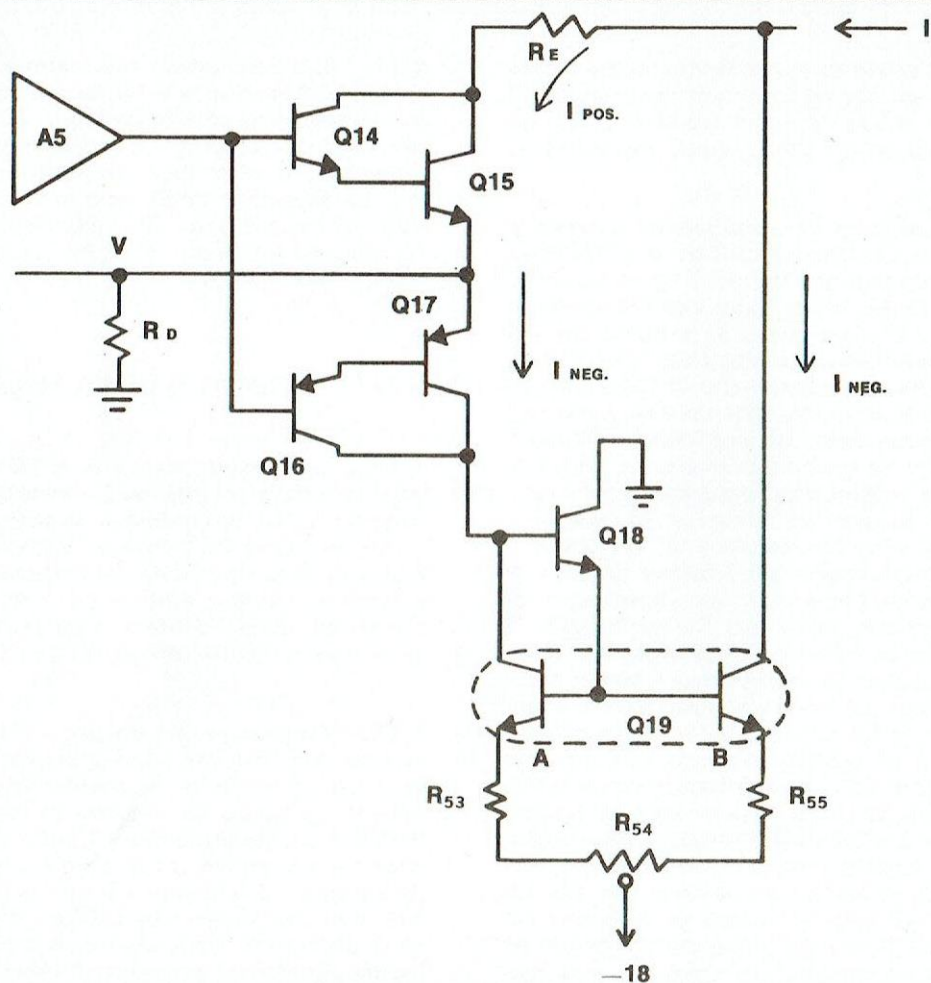

Figure 4-4 CIRCUIT D'INVERSION DE LA POLARITE
4.23. Les mesures faites avec le TE 360 sont indépendantes de la polarité, qu'il affiche d'ailleurs sur sa face avant. Le convertisseur analogique-numérique n'accepte qu'une seule polarité. L'amplificateur d'entrée doit donc fournir au convertisseur un signal de polarité convenable, quelque soit celle du signal appliqué. Le circuit d'inversion de la polarité assure cette transformation comme le montre la figure 4-4.